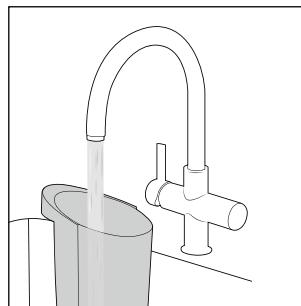

Rys. 21
- ◆ Wyciągnij pokrywę zbiornika na brudną wodę **9** do góry ze zbiornika na brudną wodę **2** (patrz rys. 21).